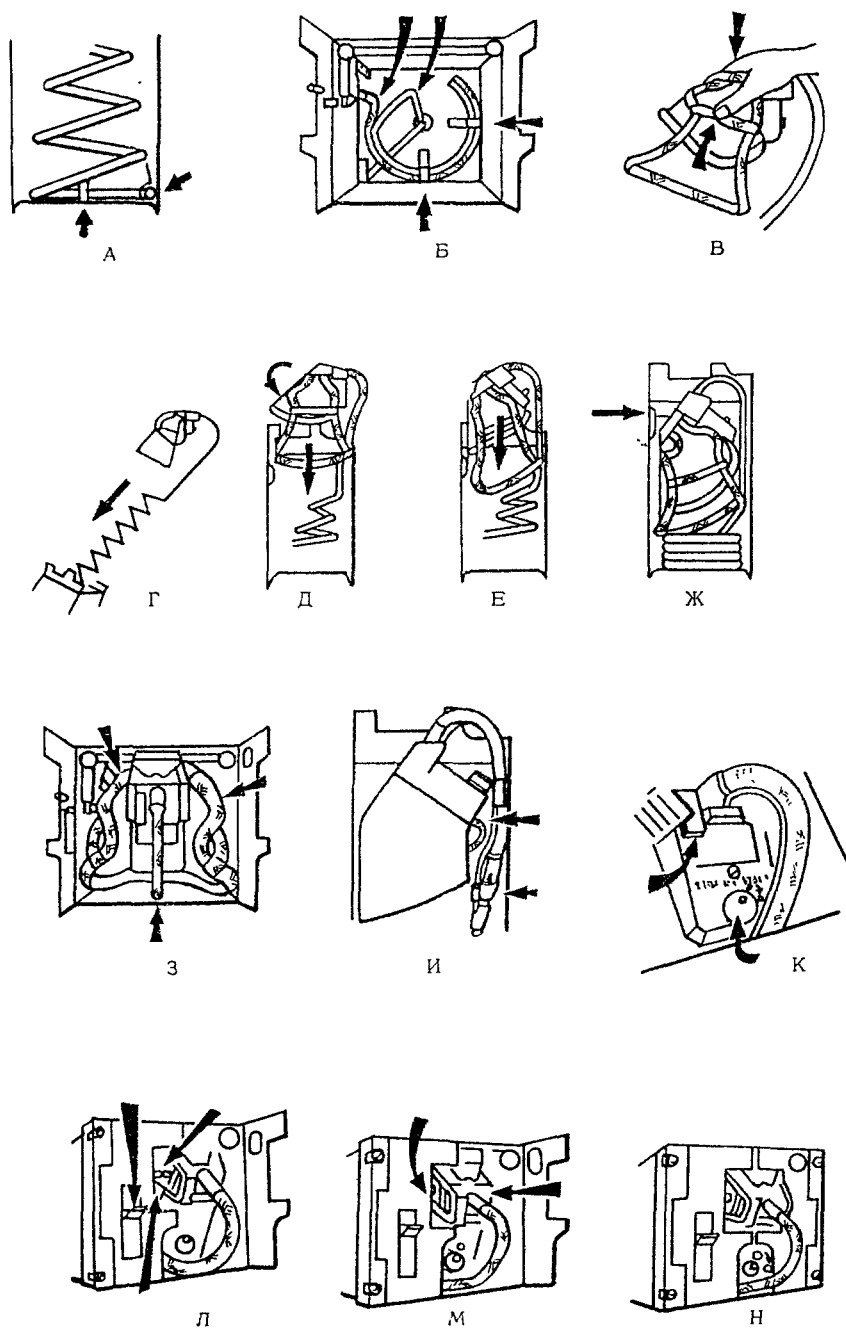

РИС. 6. СХЕМА УКЛАДКИ МАСКИ КМ-114
Кислородные маски КИ-114 (рис. 6)
- уложите витой трубопровод, оголовье и маску в укладочный блок (рис. 6, а, б, в, г, д, е);
- убедитесь, что крышка регулятора маски упирается в верхнюю часть торца контейнера, а две распорки перед пневматическими ремнями аккуратно уложены над маской (рис. 6, ж);
- установите прибор маски так, чтобы кислородный шланг занимал среднее положение и разъемы не касались корпуса маски (рис. 6, з, и);
- закройте левую створку и установите кнопку КОНТРОЛЬ в верхнее положение - флажок должен исчезнуть (рис. 6, к);
- установите выступающий штифт на левой створке в отверстие на ушке регулятора маски (рис. 6, л, м, н);